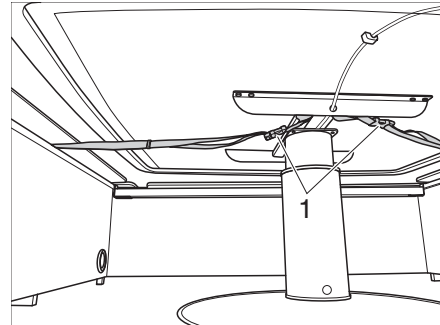

Fig. 60 Tavolo di sollevamento con cinghie
- Il tavolo di sollevamento non è fissato al pavimento. Prima della partenza abbassare il tavolo di sollevamento fino all'arresto inferiore e fissarlo alle dinette con le cinghie (Fig. 60,1).